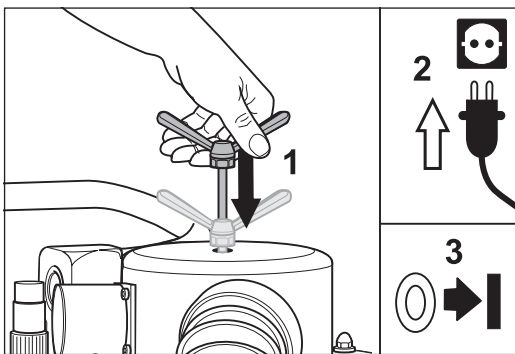

Fig. 25 Poussez la tige vibrante jusqu'à la butée dans l'unité de filtre (1.). Remettez ensuite la machine en marche (3.).
- 5 Veillez à ce que la tige vibrante soit enfoncée jusqu'à la butée dans l'unité du filtre à la fin du nettoyage (fig. 25). Dans le cas contraire, le filtre sera sollicité par un grand volume de poussière inutile et devra être nettoyé plus souvent.